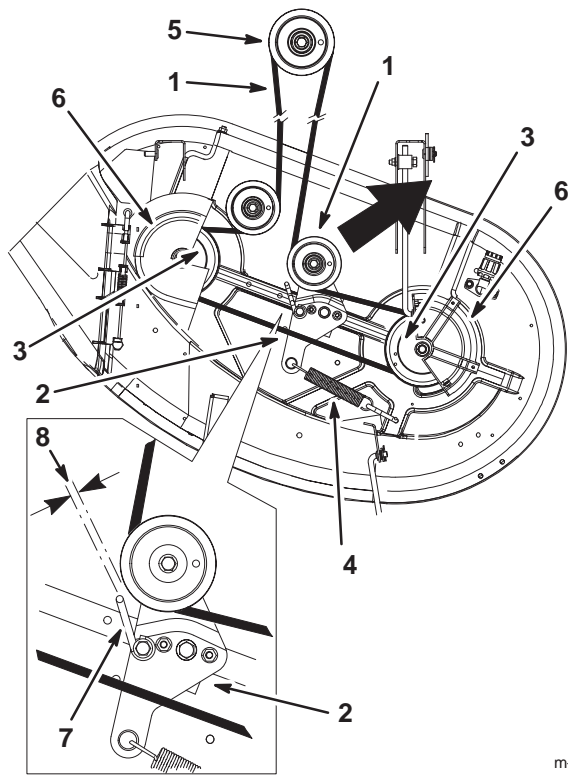

Figura 46
5. Tirate la puleggia tendicinghia nel senso riportato nella Figura 46, e togliete la cinghia dalle pulegge.
7. Tirate la puleggia tendicinghia nel senso riportato nella Figura 46, e montatela sulla puleggia tendicinghia (Fig. 46).